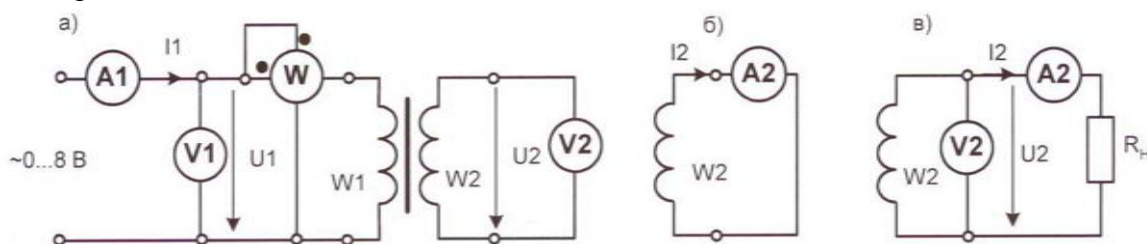
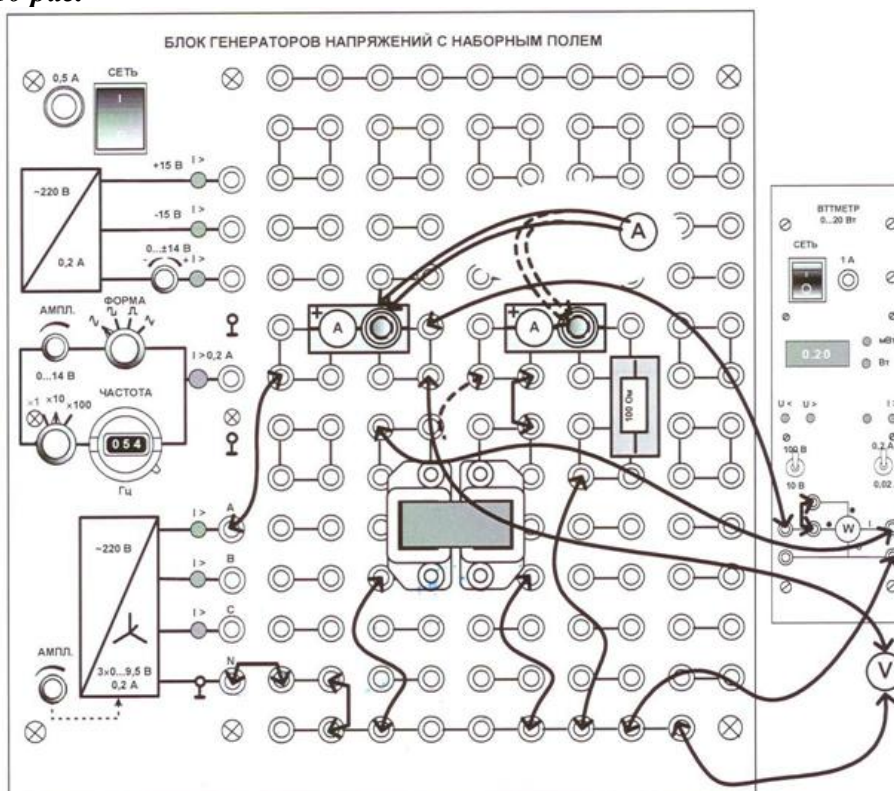

Рис. 15.1. Схемы опытов а) холостого хода (ХХ), б) короткого замыкания (КЗ), в) снятие нагрузочной (внешней) характеристики
Рис. 15.2. Монтажная схема
5.2. Соберите цепь согласно монтажной схеме (Рис. 15.2), нагрузочный резистор пока не включайте согласно принципиальной схеме опыта ХХ (Рис. 15.1.а).